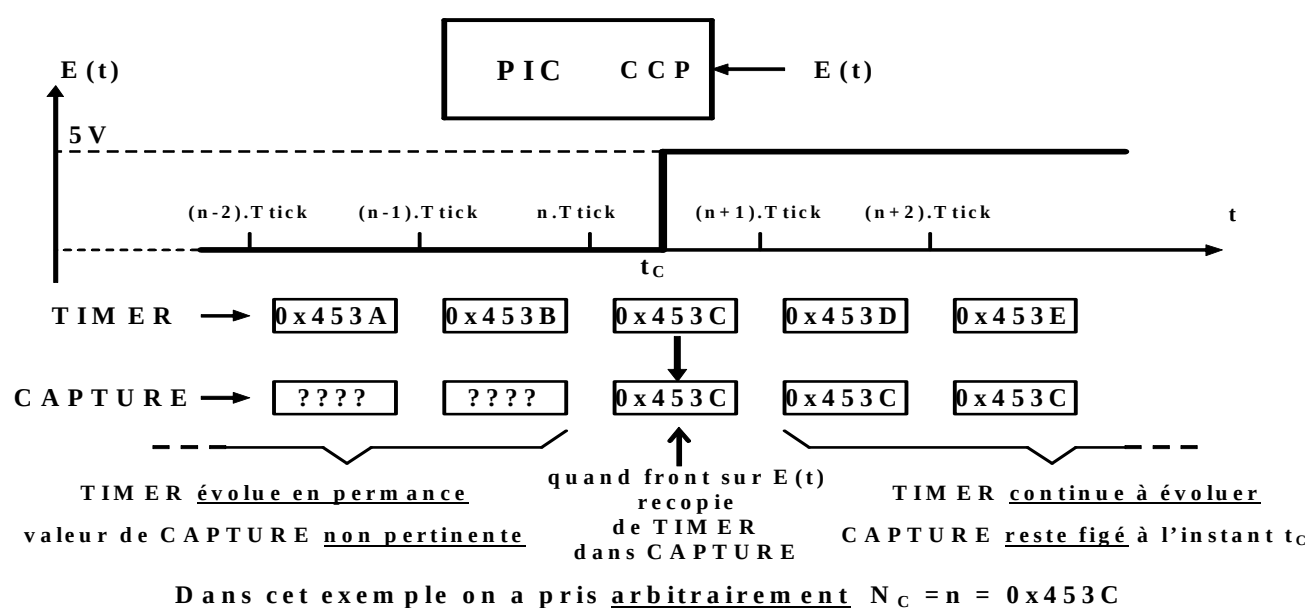

Figure VIII.93.
Pour cela, il faut envoyer sur une des pattes d'**entrée** du PIC prévue à cet effet (appelée dans ces généralités **CCP**) un signal E(t) qui change d'état à l'instant t_c où cet évènement extérieur se produit, comme indiqué sur la figure VIII.93. suivante.
Le contenu du registre **CAPTURE** (comme $N_C = 0x453C$ dans l'exemple de la figure VIII.93.) ne donne pas le temps t_C directement.
- à $t = t_{C1}$, quand le premier front montant de l'impulsion arrive, cet instant t_{C1} (en nombre de ticks d'horloge du **TIMER**) est automatiquement figé dans le registre **CAPTURE**, comme sur la figure VIII.93. On vient alors, par programme, copier ce registre dans une première variable N_{C1} . Puis on modifie la nature du front actif sur **CCP** (en choisissant la prochaine capture sur un front actif **descendant**),